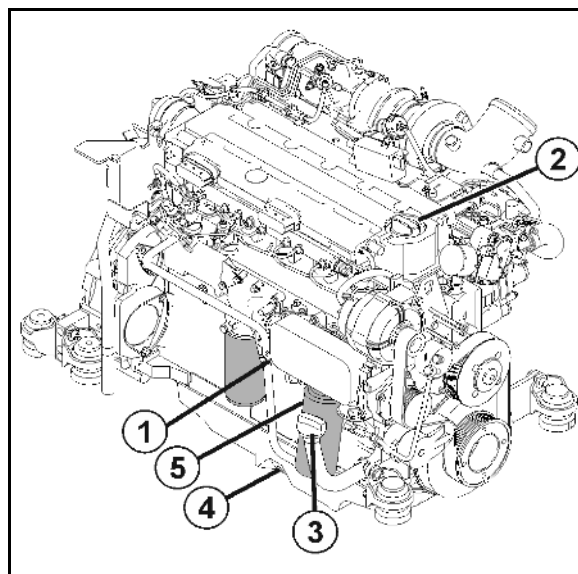

Fig. 161
2. Desserrer et retirer la cartouche du filtre à huile (Fig. 161/5) avec un outil usuel.